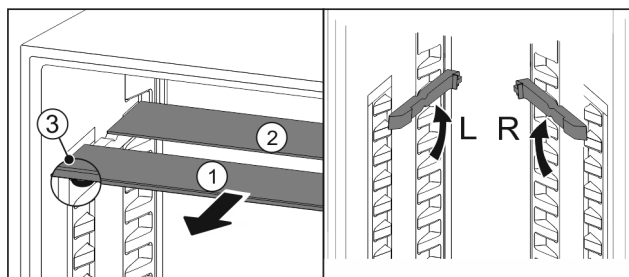

Fig. 125
- Wyciągnąć Fig. 125 (1) pojedynczo półki szklane do przodu.
- ▷ Płyta szklana Fig. 125 (1) z listwą ozdobną znajduje się z przodu.
- ▷ Stopery Fig. 125 (3) wskazują w dół.